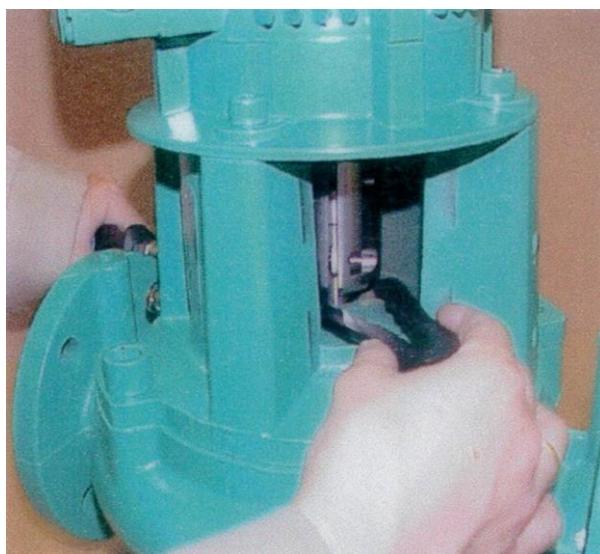

Рисунок 7
- Затяните винты муфты до получения контакта между его половинами сверху и одинаковых зазоров снизу. Впоследствии завинтите винты муфты одинаково. Расстояние между муфтой и промежуточным корпусом 5 мм, выставляется автоматически при использовании прокладки (см. рисунок 7)